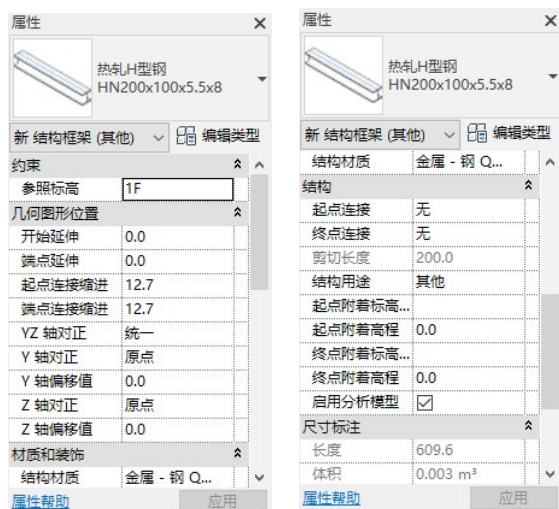

图 7-2 “属性”选项板
(3) 在“属性”选项板中选择支撑类型，如图 7-2 所示。